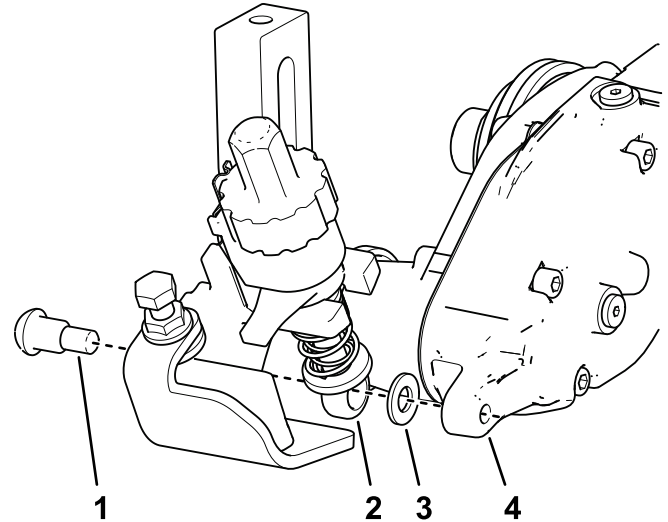

Bild 11
3. Positionieren Sie auf der Groomerantriebsseite die Einstellarmstange der Schnitthöhenhalterung an der Innenseite des Groomerantriebs und sichern Sie diese mit einer Ansatzschraube und einer gehärteten Unterlegscheibe, wie in **Bild 11** dargestellt. Ziehen Sie die Ansatzschraube auf ein Drehmoment von 16 bis 22 N·m an.